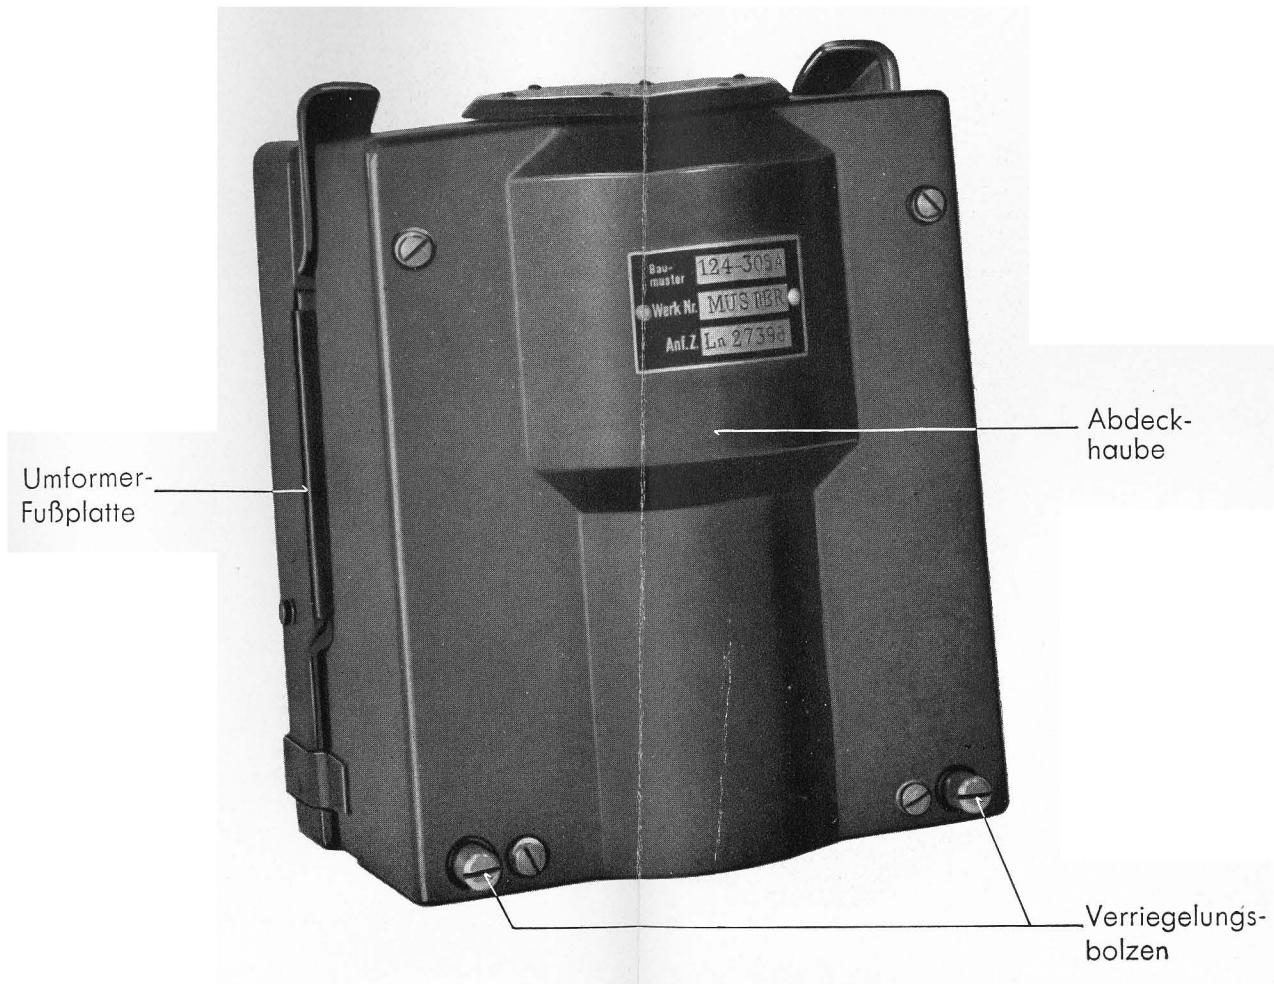

Abb. 1: Ansicht des Umformers mit Fußplatte
4. Der Umformer besteht aufbaumäßig aus drei Teilen: der Umformer-Fußplatte, dem Mittelteil mit herausnehmbarem Einsatz und der Abdeckhaube (Abb. 1).
9. Die Abdeckhaube ist mit vier unverlierbaren Schrauben am Mittelteil befestigt. Sie trägt an der Oberseite ein durch ein Blech abgedecktes und an der Unterseite ein offenes Lüftungssieb aus verzinktem Eisendraht (Abb. 1). Neben den unteren Befestigungslöchern sind noch Löcher für
- Abb. 1: Ansicht des Umformers mit Fußplatte